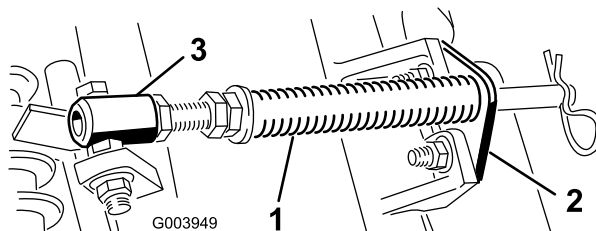

Рисунок 5
- A. Отверните два каретных болта и гайки крепления кронштейна штока к выступам режущего блока (Рисунок 5).
- B. Отверните фланцевую гайку крепления болта трубки пружины к выступу несущей рамы (Рисунок 5). Снимите этот узел.